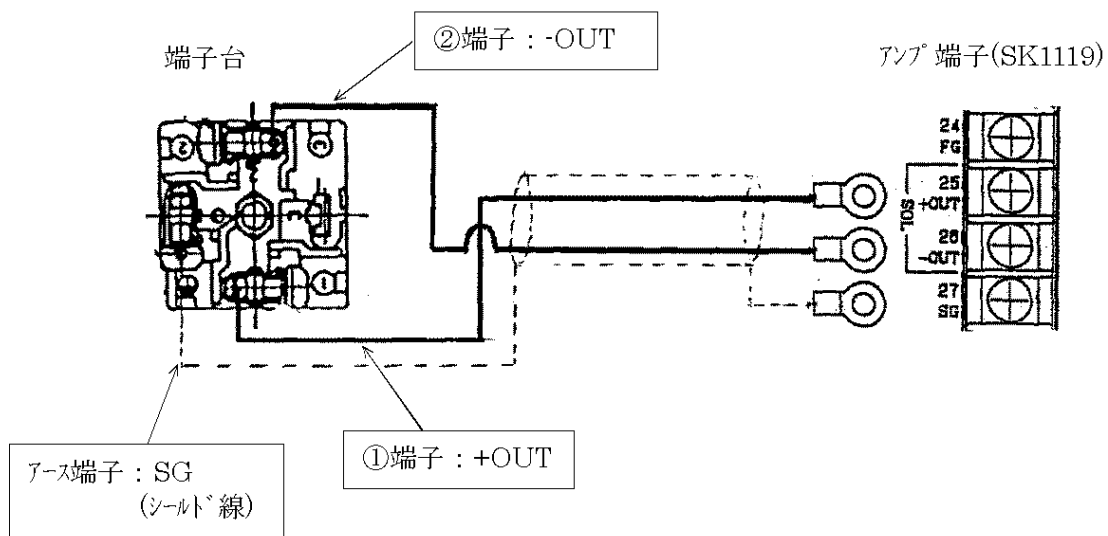

図12 端子台とアンプ端子の配線図
- (4) 端子台とアンプ端子の配線は図12を参照してください。